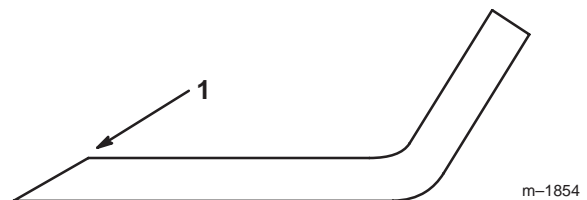

Figure 43
1. Au moyen d'une lime, aiguisiez les tranchants aux deux extrémités de la lame (Fig. 43) en veillant à conserver l'angle de coupe d'origine. Limez la même quantité de métal sur chacun des deux tranchants pour ne pas déséquilibrer la lame.